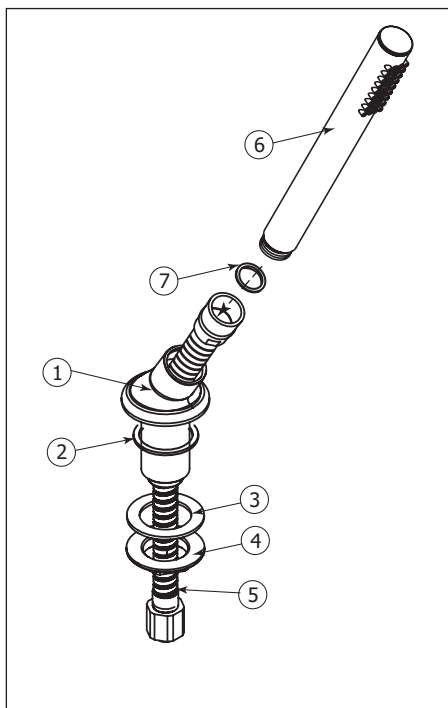

Fig.5
Insert the handshower base (decorative flange) (1), threaded rod and washer (2) into the deckmount hole. Secure with supplied tie-down kit (3 & 4). Fig.5. Insert the chrome hose (5) into the base hole (smaller 3/8" hex nut end) first. Then connect the other end of the hose to the handshower (6) with washer (7). Tighten firmly.
Insérer la base de douchette (rosace décorative (1), la tige filetée et la rondelle (2) dans le trou de la surface. Ensuite la fixer avec l'écrou (3) et la rondelle (4). Fig.5.